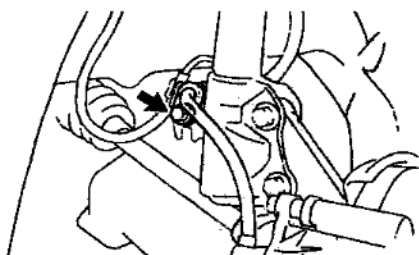

图 8.5-13
- (1) 拆卸前轮。
- (2) 拆离制动软管。从减振器支架（带 ABS 车型）上拆螺栓、制动软管和 ABS 车速传感器线束夹箍。如图 8.5-13 所示。